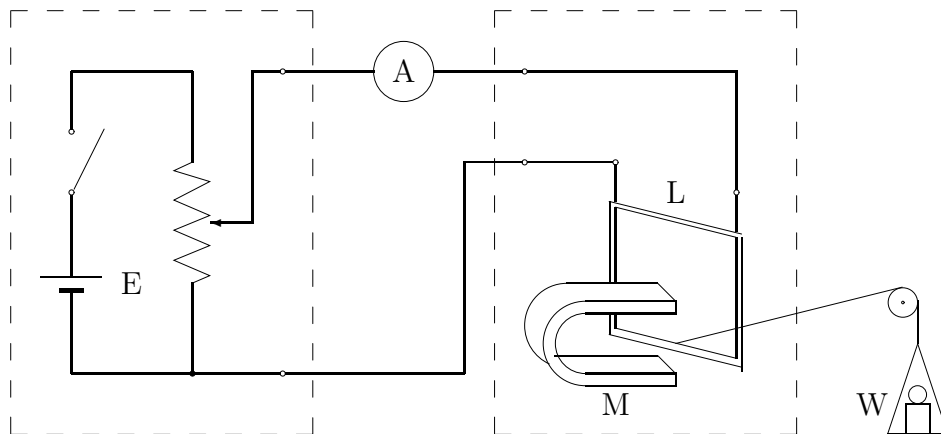

図 8.3: 電磁力を測定する結線図
- コイルの導線の長さの測定は、コイルを回路 (図 8.3 電磁力を測定する結線図) から外した状態で行っても良い。